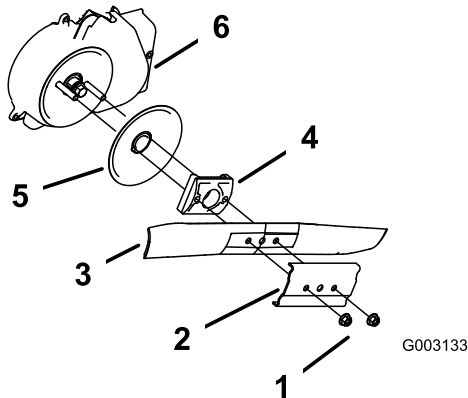

Figure 34
3. Retirez les 2 écrous de la lame et le renfort (Figure 34).
4. Déposez la lame (Figure 34).
5. Déposez le dispositif d'entraînement de la lame et le disque (Figure 34).
6. Déposez la protection du débrayage du frein de lame (Figure 34).
10. Reposez la lame et le renfort déposés précédemment (Figure 34).